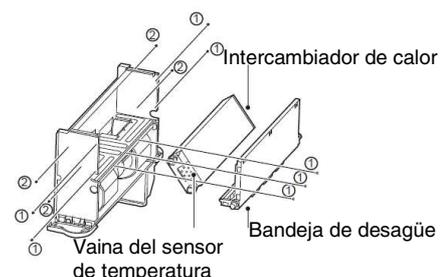

Figura 4-8 Extracción de la bandeja de desagüe y del intercambiador de calor
- g) Para extraer la bandeja de desagüe, retire los tornillos ①x7 como se indica en la Figura 4-8. A continuación, retire los tornillos ②x4 para extraer el intercambiador de calor.